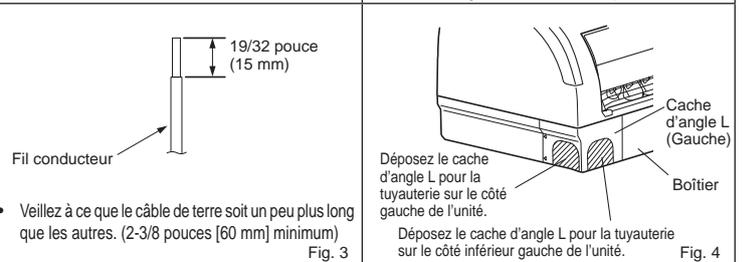

Fig. 3
- Préparez l'extrémité du câble de terre (Fig. 3). Branchez-la à la borne de mise à la terre du boîtier électrique.
- Préparez l'extrémité du câble de connexion de l'unité interne/externe (A) (Fig. 3). Branchez-la au bloc de raccordement. Veillez à ne pas effectuer d'erreur de branchement. Fixez fermement le câble au bloc de raccordement pour ne pas faire apparaître son noyau et n'appliquez aucune force extérieure à la section de branchement du bloc de raccordement.